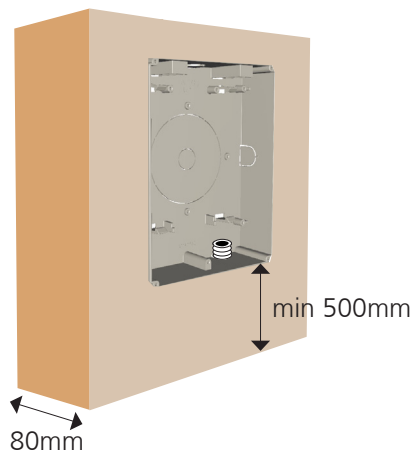

fig. 1
- Non installare in pareti inferiori a 80mm (fig.1)
- Installare a circa 500mm da terra (fig.1).
- Ne pas installer sur des parois d'épaisseur inférieure à 80mm (fig.1)
- Installer à environ 500mm du sol (fig.1).
- Do not install into walls in thickness below 80 mm (fig.1)
- Install approximately 500 mm from the ground (fig.1).
- Nicht in Wandstärken unter 80 mm installieren (Abb. 1)
- Ungefähr 500 mm vom Boden installieren (Abb. 1)